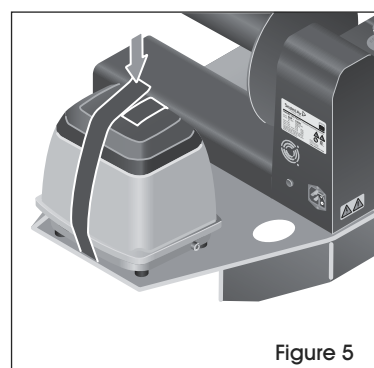

Figure 5
7. Joignez ensemble les deux extrémités de la sangle autograppante pour fixer la pompe à air à l'ensemble du plateau. (Voir Figure 5)